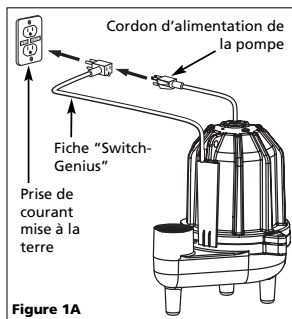

Figure 1A
11. Cet équipement est conçu pour un circuit de 120 v (monophasé) et est équipé d'un cordon approuvé à trois conducteurs et une fiche de terre à trois broches tel qu'indiqué dans la Figure 1A et 1B.
- Introduire la fiche directement dans une prise de terre tripolaire, installée correctement et mise à la terre (tel qu'indiquée dans la Figure 1A et 1B).